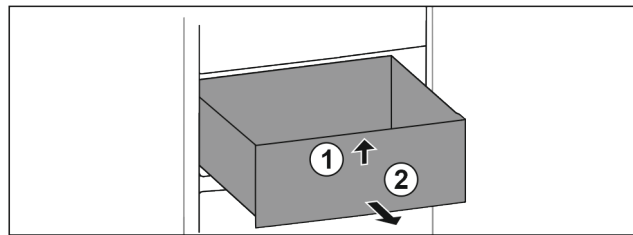

Fig. 75
- Predal spredaj dvignite. Fig. 75 (1)
- Predal vzemite ven v smeri naprej. Fig. 75 (2)